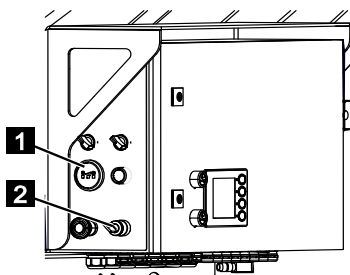

Fig. 220
1. Tourner le commutateur d'allumage (Fig.220/2) dans le sens des aiguilles d'une montre sur [ 1 ].
2. Relever la capacité de la batterie sur l'affichage de la batterie (Fig.220/1) et la comparer au tableau qui suit.